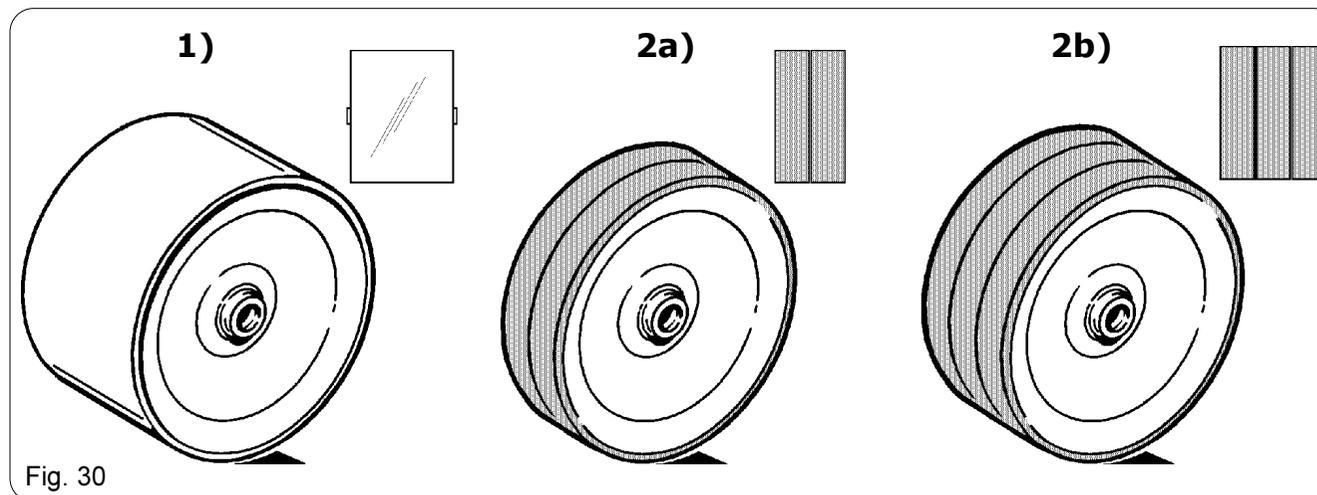

Fig. 30
Gli abbinamenti delle ruote anteriore (1) e posteriore (1, 2a, 2b) Fig. 30 del bilanciante sono funzione del tipo